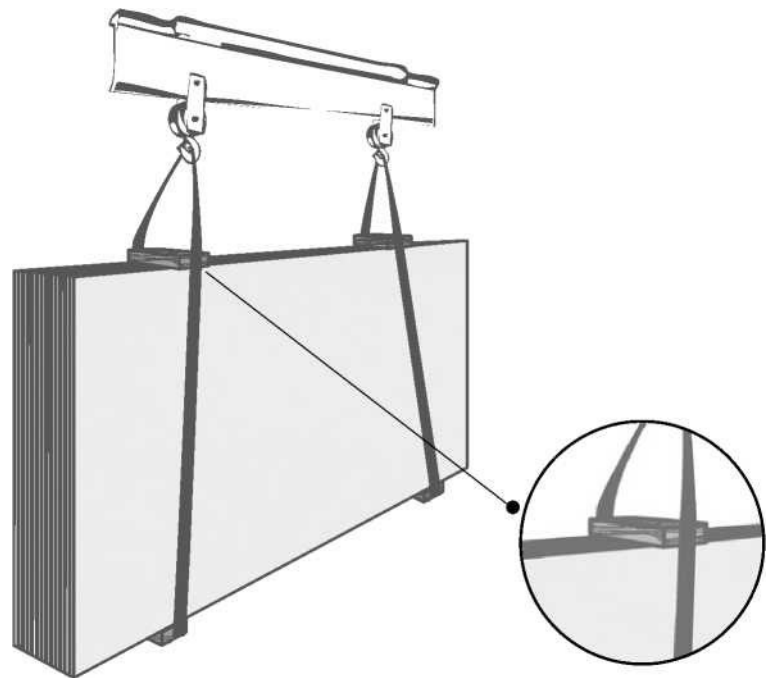

Рис. 2
**При підйомі одночасно декількох плит** використовуйте просторову траверсу та тканинні стропи спільно з дерев'яним роздільником, який не набагато довший за упаковку з плитами. Дерев'яний роздільник повинен бути розташований вгорі і внизу упаковки плит, що переміщується (див. рис. 2). Таким чином, діюча сила при транспортуванні виробу не впливатиме на плити і не завдасть їм пошкоджень.